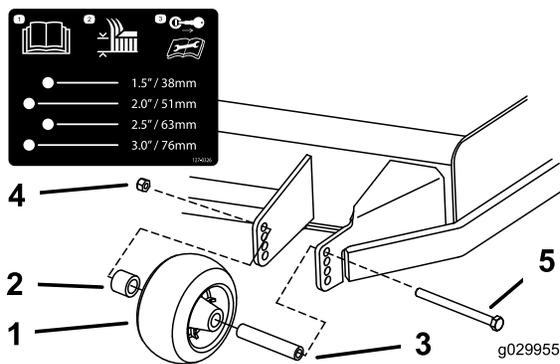

Figura 29
- Ajuste los rodillos protectores del césped como se muestra en Figura 29.